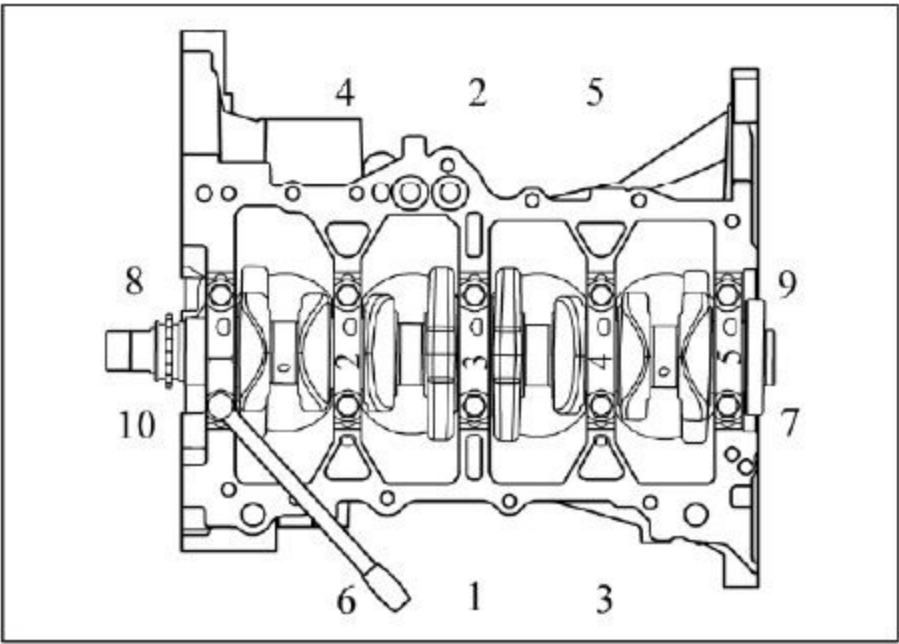

图12-3-10 安装主轴承盖及下主轴瓦
- d. 安装主轴承盖及下主轴瓦，并按规定力矩分两次拧紧主轴承盖螺栓，如图12-3-10所示。